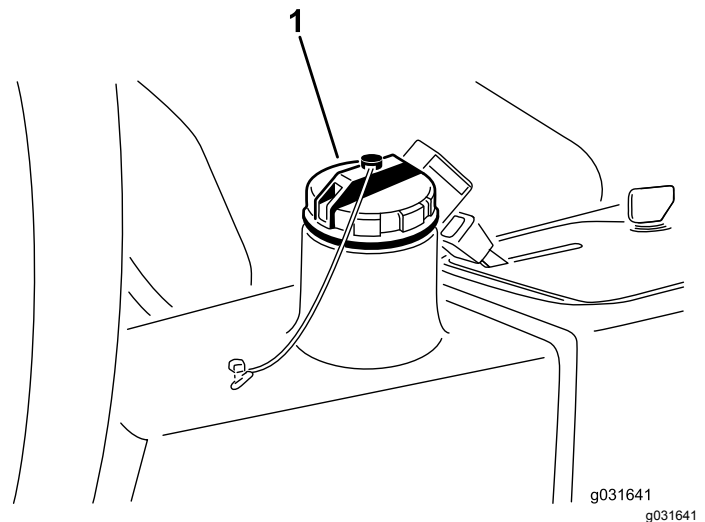

Figura 65
4. Riempite il serbatoio idraulico (Figura 65) con circa 13,2 litri di fluido idraulico; fate riferimento a Specifiche del fluido idraulico \(pagina 53\) e Controllo del livello del fluido idraulico \(pagina 53\).